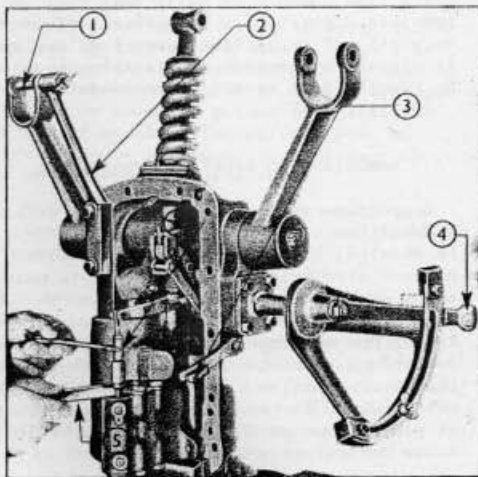

Fig. 13
1. Séparer du tracteur l'ensemble de relevage (voir la section intitulée "DEPOSE DU RELEVAGE HYDRAULIQUE") et l'immobiliser dans un étau à mors doux, le ressort de commande principal orienté vers le haut (fig.13).
3. Assembler le gabarit T-8512/a sur la face inférieure de la bride du couvercle de relevage, en le fixant sur les deux derniers trous du côté droit. Introduire la broche T-8512/f à travers le gabarit et le coussinet du bras de relevage droit (fig.13).
5. Amener le levier de commande principal à 12,7 mm de la butée formée par l'écrou hexagonal supérieur du secteur. La lame-jauge T-8512/g mesure exactement 12,7 mm dans le sens transversal : on peut l'introduire entre la butée du secteur et le levier, de manière à situer ce dernier avec précision (la jauge est indiquée en pointillé fig.13).